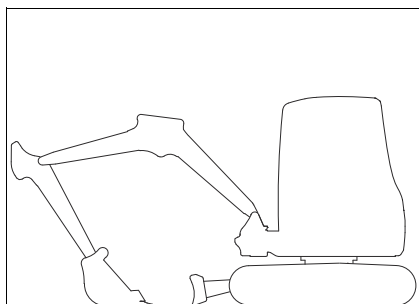

Fig.:186
- Estacionar el vehículo según las indicaciones en Fig. 186.